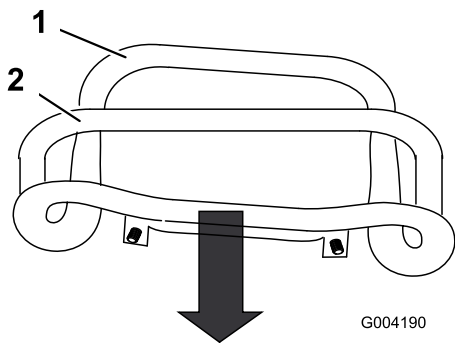

Рисунок 54
3. Потяните рычаг управления тягой назад, чтобы передняя часть рычага коснулась контрольной штанги (Рисунок 54).